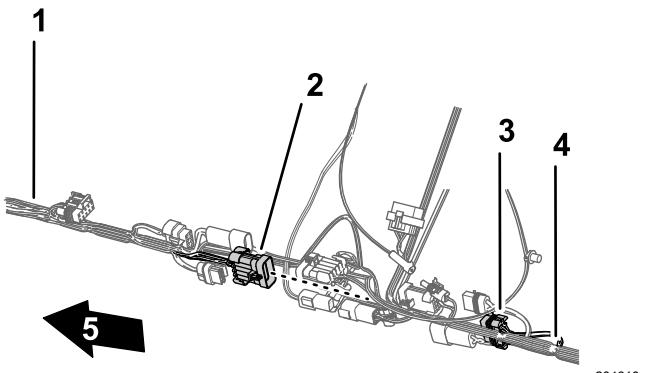

図 91
6. 前方ハーネスのスプレーヤ用ハーネスインターフェクトの10ピンコネクタを、後方ハーネスのスプレーヤ用ハーネスインターフェクトの10ソケットコネクタに接続する図 91。